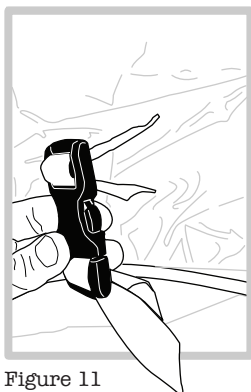

Figure 11
7. Fixez les boucles avec One-Wrap® aux montants comme illustré ci-dessous (figures 11, 12).